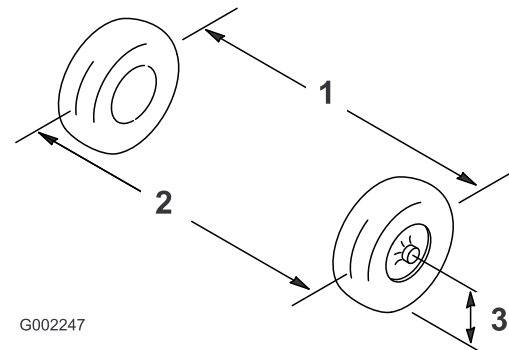

Figure 69
2. Mesurez la distance entre les roues avant à hauteur d'essieu, à l'avant et à l'arrière des roues (Figure 69).